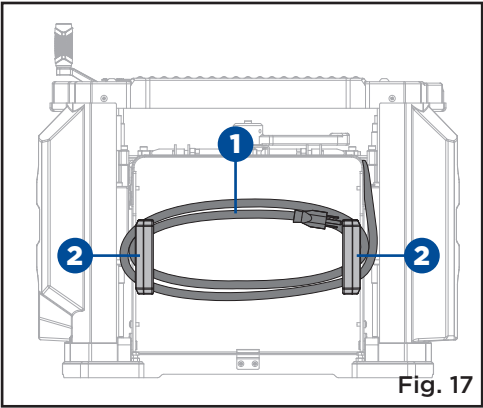

Fig. 17
**RANGEMENT DU CORDON D'ALIMENTATION (Fig. 17)**